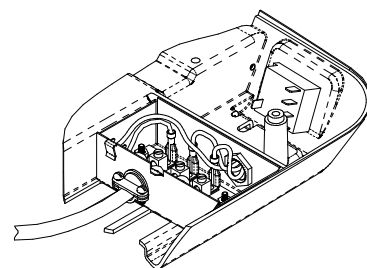

ABBILDUNG 3
4. Führen Sie das Kabel durch die Kabelschelle und in den Anschlusskasten, so dass sich 12–14 cm Kabel innerhalb des Anschlusskastens befinden. Ziehen Sie die Kabelschelle über dem Kabelmantel fest, so dass das Kabel fixiert ist (siehe Abbildung 3).
5. Verbinden Sie die Stromdrähte mit den Klemmen „A“ und „N“ am Klemmbrett. **WICHTIG** – Wenn Sie einen stromführenden Draht und einen Nulleiter haben, schließen Sie den Nullleiter an „N“ an. Schließen Sie den Erdleiter an die Klemme „E“ des Klemmbretts an (siehe Abb. 3).